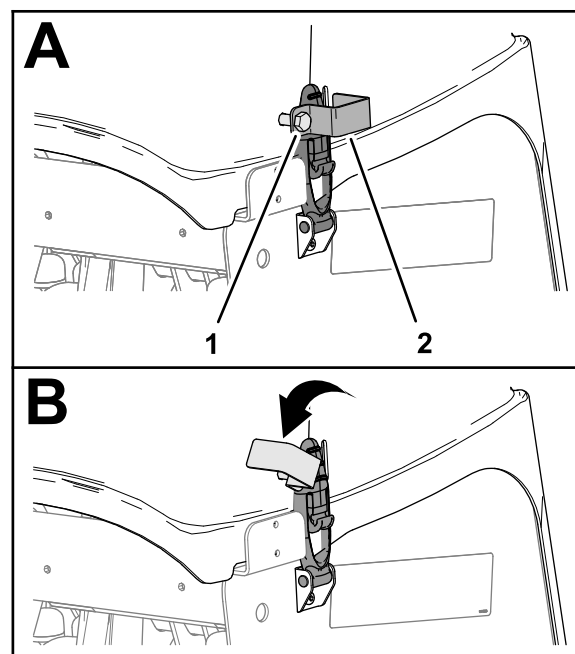

Figure 138
1. Si la machine est équipée de verrous CE, desserrez le boulon de la plaque de verrouillage jusqu'à ce qu'elle sorte de la fente dans le côté du capot de la tête d'aération (Figure 138).
2. Faites pivoter la plaque de verrouillage pour l'écarter du verrou (Figure 138).